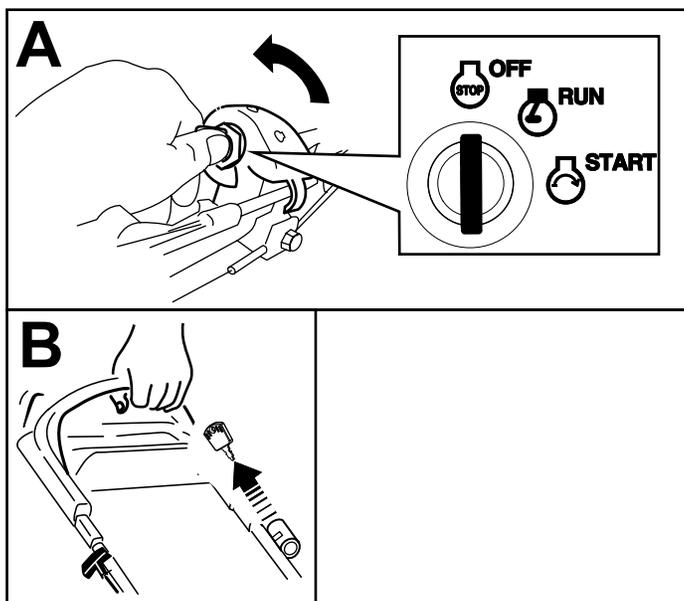

Рисунок 19
1. Поверните ключ зажигания в положение OFF (Выкл.) (вид А на Рисунок 19).
2. После остановки двигателя извлеките ключ из замка зажигания. Всегда берите его с собой при покидании машины (вид В на Рисунок 19).